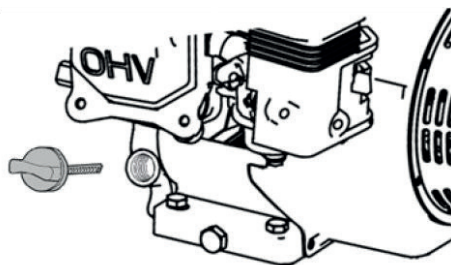

Рис. 3.
3. Выкрутите крышку-шуп маслосливной горловины и извлеките шуп (Рис. 3).